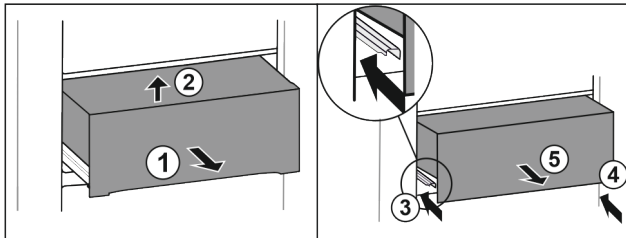

Fig. 32
- ▶ Витягніть ящик на половину Fig. 32 (1).
- ▶ Підняти вперед Fig. 32 (2).
- ▶ Вставити ліву рейку Fig. 32 (3).
- ▶ Вставити праву рейку Fig. 32 (4).
- ▶ Вийняти висувний ящик рухом вперед Fig. 32 (5).